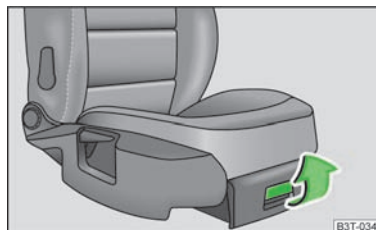

Fig. 95
- > Tirer sur la poignée pour ouvrir le volet » fig. 95.